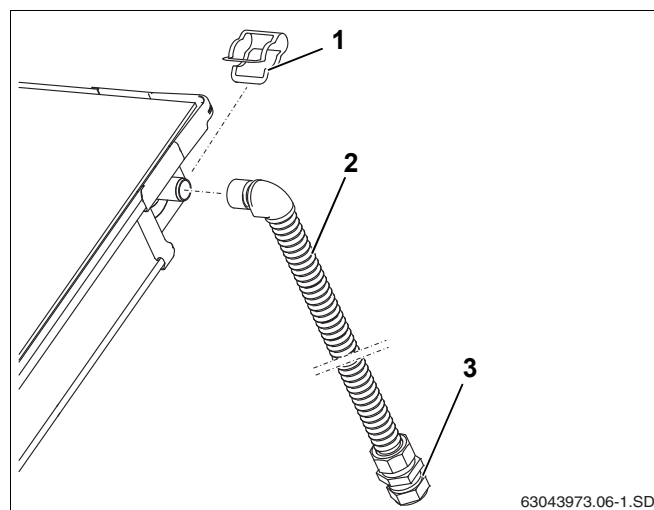

Рис. 34 Монтаж подающей линии (без воздушного клапана на крыше)
- ▶ Наденьте соединительную трубу (1000 мм, рис. 34, поз. 2) на штуцер подающей линии коллектора и зафиксируйте зажимом (рис. 34, поз. 1).
- ▶ Подключите сборную линию к резьбовому соединению с зажимным кольцом (рис. 34, поз. 3).